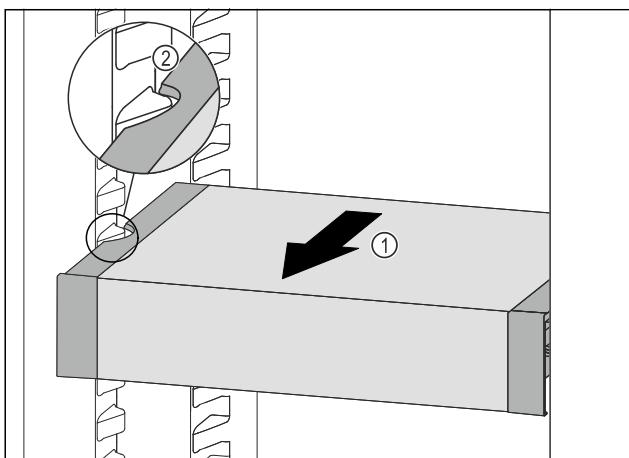

Fig. 125
► Потягнути VarioSafe вперед Fig. 125 (1), поки бокові заглиблення VarioSafe не опиняться на рівні ребра для ємності в охолоджувальному відділенні. Fig. 125 (2)